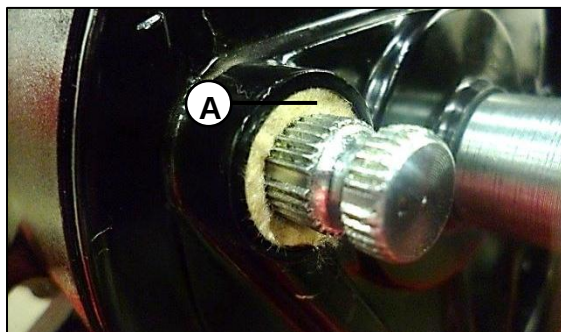

Fig. 31
Retire la tuerca y tornillo (A) y brazo del freno (B). Desensamble por completo el sistema del porta-bandas. **Fig. 31**
Inspeccione el estado del guarda polvo (A). Se debe lubricar para evitar el ingreso de agua o impurezas que desgasten e impidan el buen funcionamiento del mecanismo. **Fig. 31**